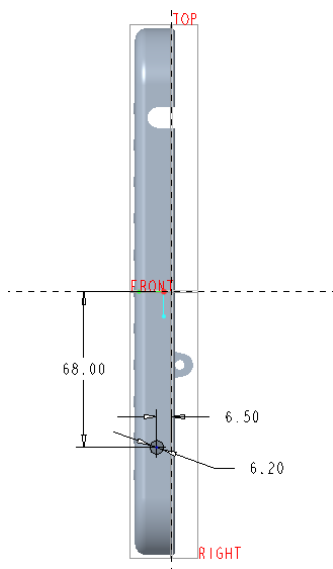

图 5-147 绘制剖面
(1) 在功能区“模型”选项卡的“形状”面板中单击 (拉伸) 按钮, 打开“拉伸”选项卡。
(2) 在“拉伸”选项卡上打开“放置”面板, 接着单击“定义”按钮, 弹出“草绘”对话框。选择 RIGHT 基准平面定义草绘平面, 默认以 TOP 基准平面为“左”方向参考, 单击“草绘”按钮, 进入内部草绘器。
(3) 绘制图 5-147 所示的剖面, 单击 (确定) 按钮。
(4) 打开“拉伸”选项卡的“选项”面板, 分别从“侧 1”下拉列表框和“侧 2”下拉列表框中选择 (穿透) 选项。
(5) 单击“拉伸”选项卡中的 (完成) 按钮。